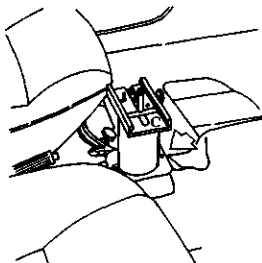

图 3-29 固定专用工具
15) 轻轻地旋紧下面的螺栓，将专用工具 VW5305/7 固定好，如图 3-29 所示。